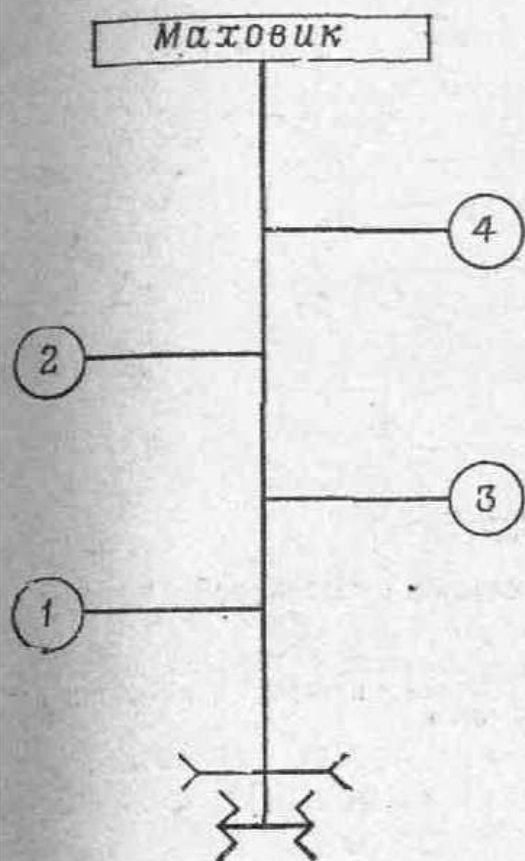
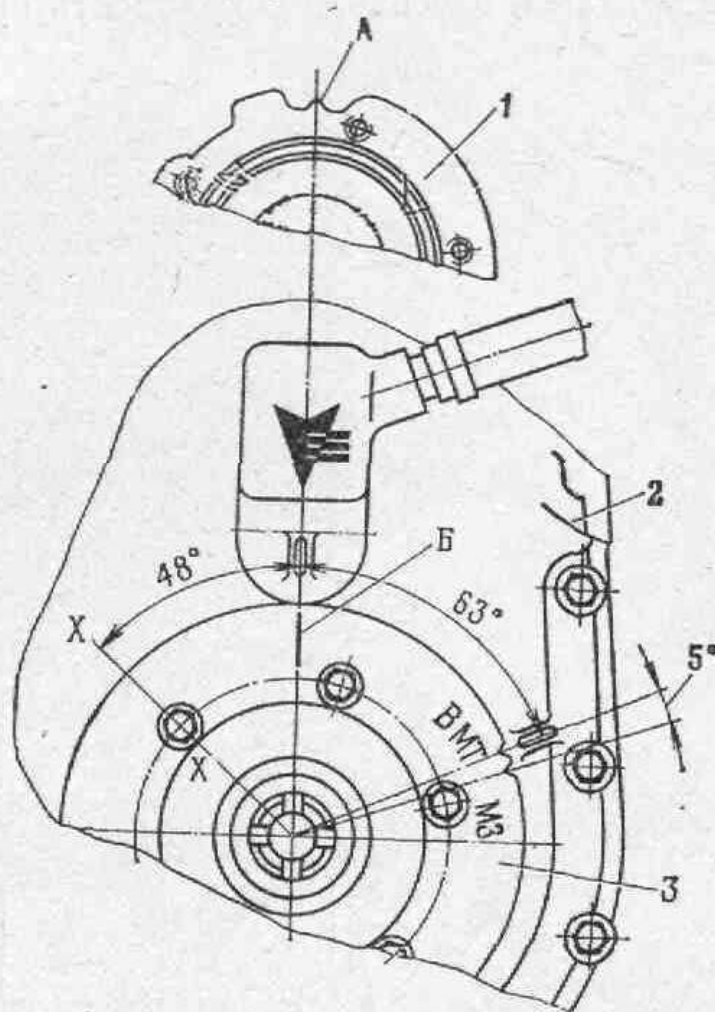

Рис. 27. Схема расположения цилиндров на двигателе
Рис. 35. Установочные метки на корпусе, крышках центробежного маслоочистителя и распределительных шестерен:
3) установите поршень 1-го цилиндра в ВМТ конца такта сжатия. Для этого поверните коленчатый вал в положение, при котором риска ВМТ на крышке 3 (рис. 35) совпадет со стрелкой на крышке 2 распределительных шестерен, а оба клапана 1-го цилиндра полностью закрыты (коромысла этих клапанов могут свободно покачиваться). Расположение цилиндров на двигателе показано на рис. 27;
относительно корпуса одно из шести отверстий (обозначено меткой) смещено (рис. 35).